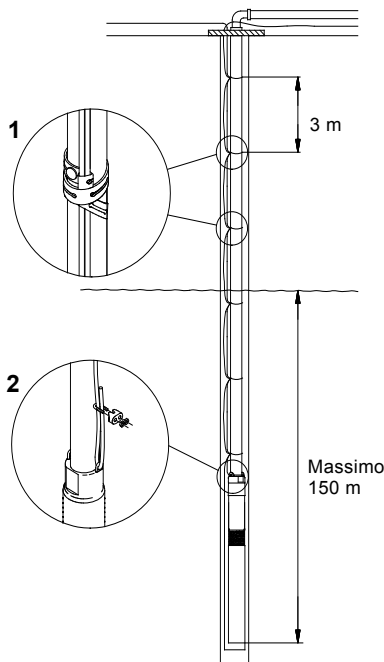

Fig. 11
Le fascette di fissaggio dei cavi vengono applicate normalmente ogni 3 metri, vedere fig. 11.
Max. profondità di installazione sotto il livello statico dell'acqua: 150 m, vedi fig. 11.
Si raccomanda di fissare la pompa mediante una fune di sicurezza che non sia tesa, vedere fig. 11, pos. 2.